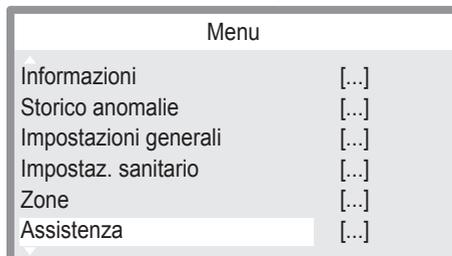

Figura 5.88
- Premere i tasti 12 o 13 (Figura 5.86) per selezionare il menu desiderato (Figura 5.88).